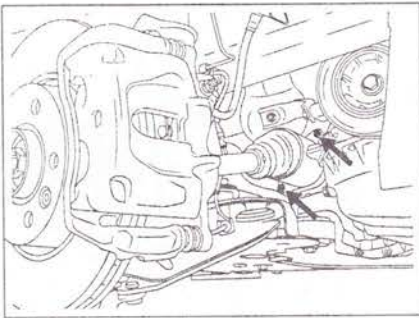

Рис. 5.22. Открутите два болта крепления А промежуточной опоры и снимите промежуточную опору с кронштейна двигателя.
21. Открутите два болта крепления А промежуточной опоры и снимите промежуточную опору с кронштейна двигателя (рис. 5.22).